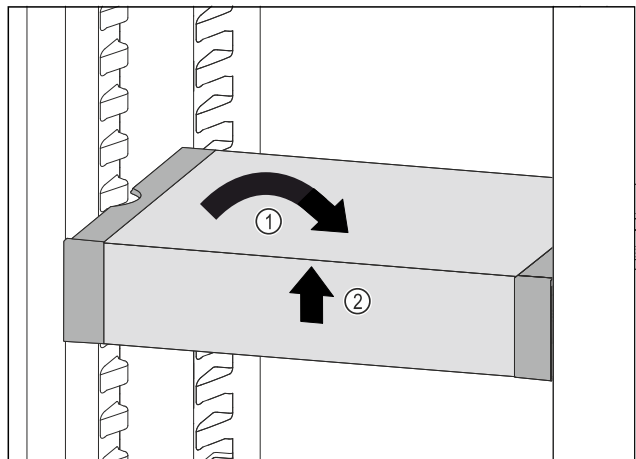

Fig. 78
- ▶ VarioSafe gerade stellen. Fig. 78 (1)
- ▶ VarioSafe vorne anheben. Fig. 78 (2)